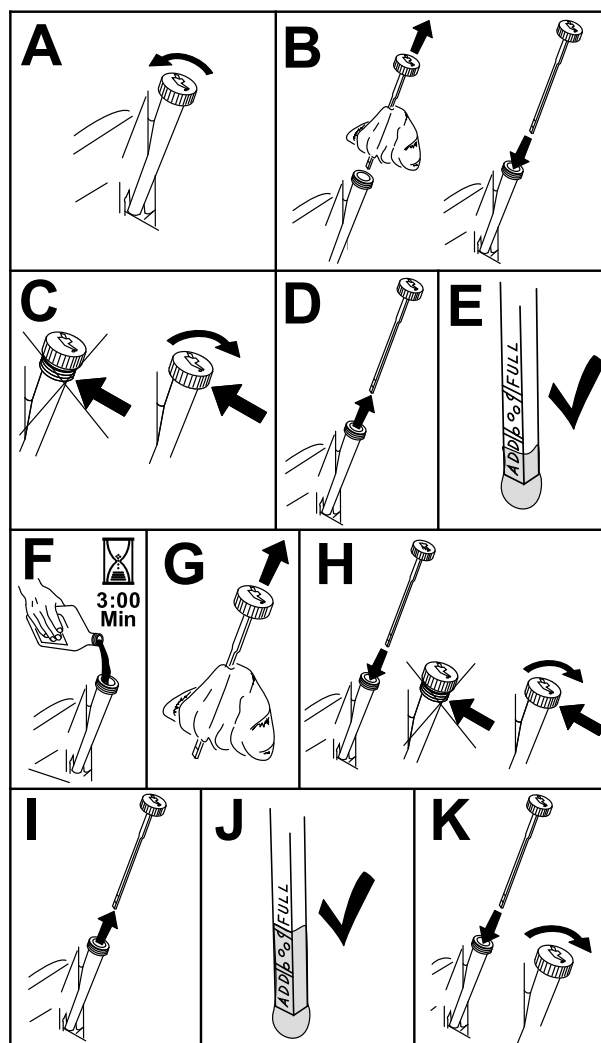

Рисунок 39
3. Чтобы не допустить попадание грязи, скошенной травы и т.п. в двигатель, очистите поверхность вокруг крышки маслозаливной горловины и масляного щупа, прежде чем снимать их (Рисунок 39).